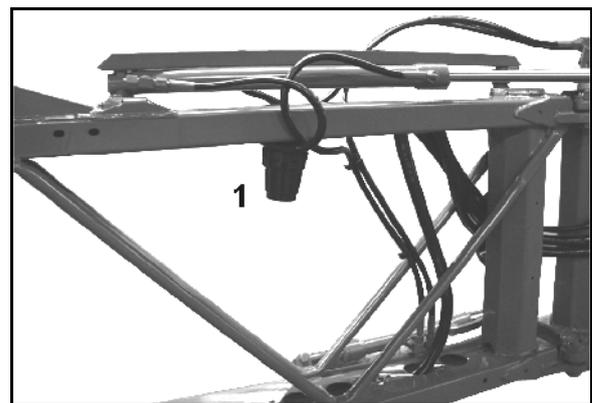

Fig. 178
- Reinigen Sie die LeitungsfILTER (Fig. 178/1) je nach Einsatzbedingungen alle 3 – 4 Monate.